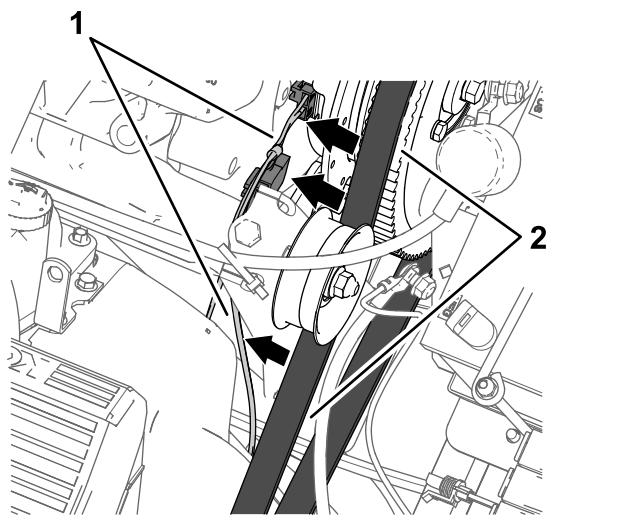

Figure 169
2. Branchez le connecteur à 2 broches de la branche de 84 cm du faisceau du kit étiquetée PUMP CLUTCH au connecteur à 2 douilles du faisceau de la machine étiqueté SPRAY PUMP COIL (Figure 169).
4. Branchez le connecteur à 2 douilles du faisceau du kit étiqueté PUMP CLUTCH au connecteur à 2 broches de l'alternateur (Figure 169).